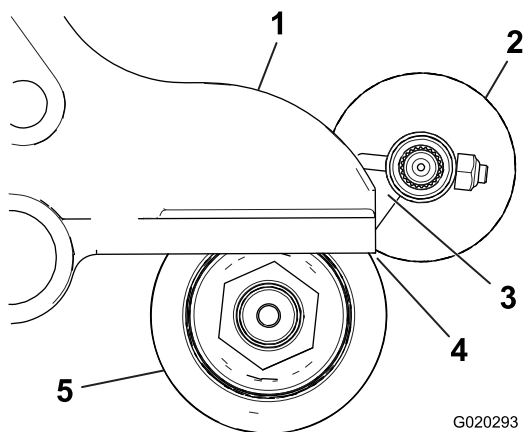

Figure 18
28. Positionnez la brosse de rouleau en léger contact (touchant à peine) avec le rouleau arrière (Figure 18).